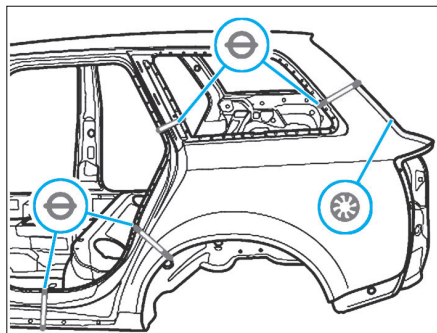

FIG. 50
- Souder le panneau latéral, soudure bouchon sous protection gazeuse (Fig.50).